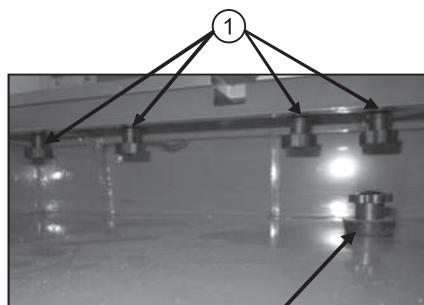

Рис.11
1. Установите регулируемый упор с транспортом (1) напротив деления на упорной линейке (4) (например 7 см) и зафиксируйте его винтом (3). Угол транспорта установите в положение 0° .
2. Ослабьте винты фиксации (поз. 1, рис. 11) левой части упорной линейки, расположенные со стороны поддона для воды и отрегулируйте расстояние от края упора транспорта до режущей кромки алмазного диска равное 7 см.
3. Перемещая упорную линейку (4) по направляющей отрегулируйте расстояние от края упора транспорта (1) до режущей кромки алмазного диска равное 7 см.
12. Периодически меняйте воду в поддоне, так как грязная вода может засорить насос и вывести его из строя. Для слива воды из поддона снимите узкую столешницу рабочего стола и вытащите сливную пробку поддона (рис. 11).